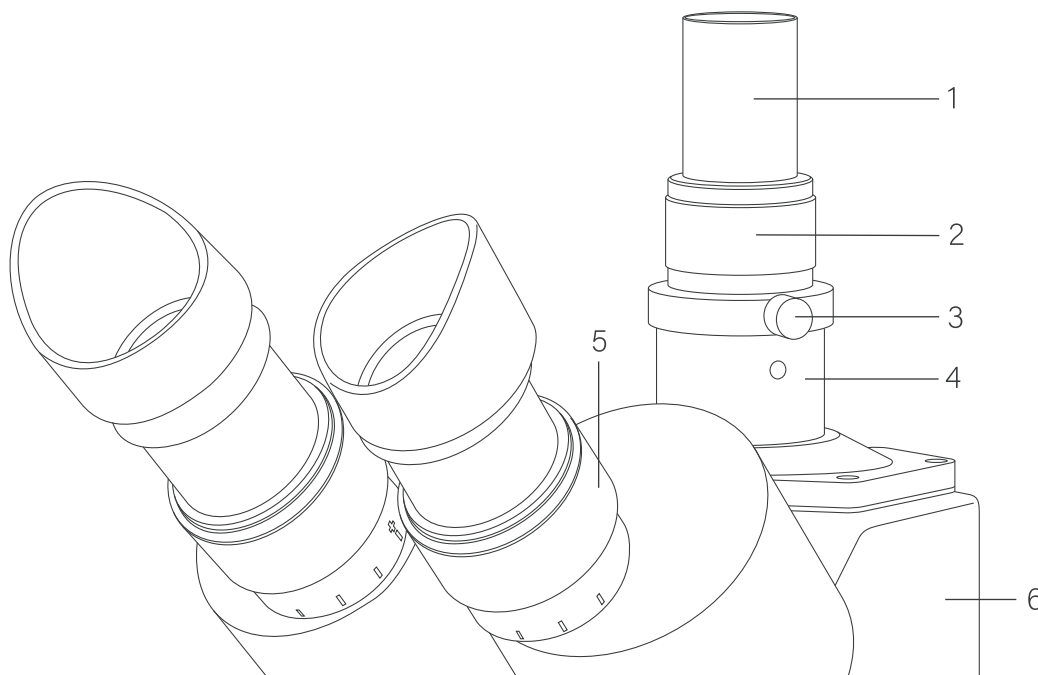
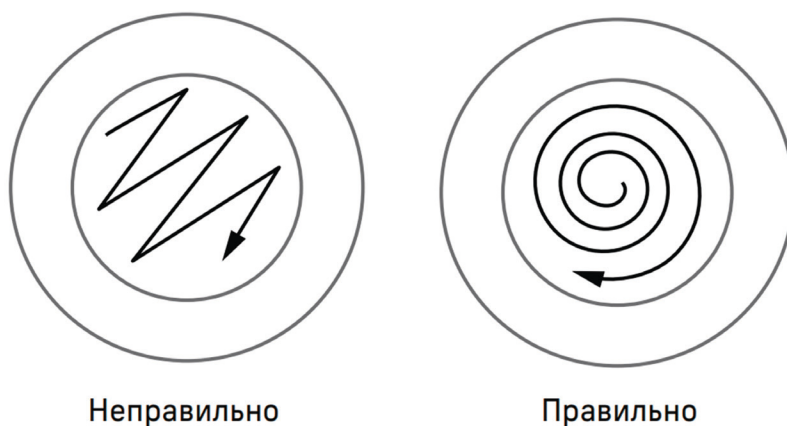

Рис. 10.
Рис. 11. Протирайте линзы круговыми движениями от центра к краю.
Кольцо 2 (рис. 10) предназначено для подвижки камеры вдоль оптической оси для настраивания точного соответствия фокуса на мониторе и в окулярах микроскопа. После настройки кольцо фиксируется винтом 3 (рис. 10).
- Настройте резкое изображение на мониторе. Для тринокулярной головки вращайте для этого кольцо 2 (рис. 11), для бинокулярной головки настройте резкое изображение вращением кольца диоптрийной коррекции 5 (рис. 10) тубуса с установленной камерой.